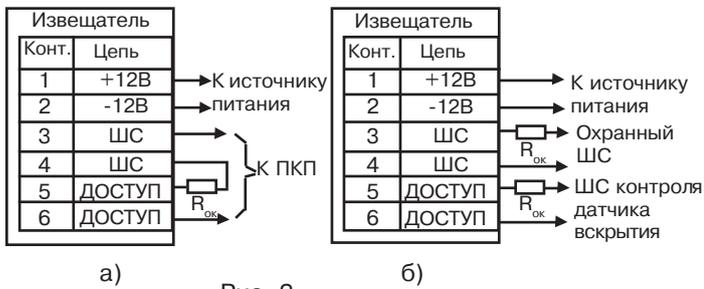

Рис. 2
- Выполните соединения согласно рис.2а (для подключения в один ШС) или рис.2б (с контролем датчика вскрытия отдельным ШС).